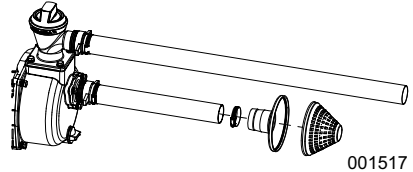

Figura 2-6. Conexión típica de filtro
4. Consulte la **Figura 2-6**. Conecte el filtro a la manguera de succión.